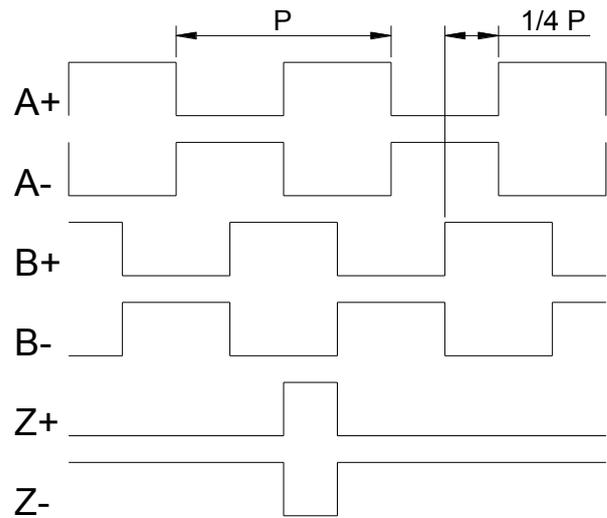

Рис. 6
7.3 Вариант En24 формирует на выходе двухфазный дифференциальный прямоугольный периодический сигнал A+,A- и B+,B-, плюс, по заказу, дополнительный дифференциальный сигнал абсолютной метки Z+,Z- (**Рис. 6**). Размах дифференциальных сигналов определяется фактическим напряжением питания, которое может быть в диапазоне 3.6 ... 24В.